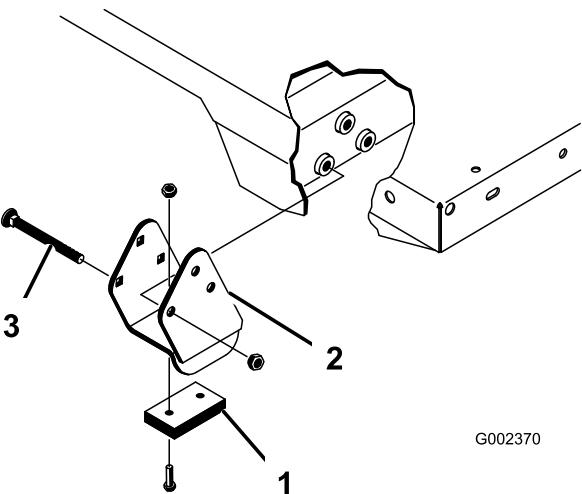

Bild 37
2. Setzen Sie die Pritsche vorsichtig auf den Fahrzeugrahmen. Richten Sie die hinteren Schwenkplattenlöcher der Pritsche mit den Löchern am hinteren Rahmenkanal aus und montieren Sie die zwei Lastösenbolzen und Klappstecker (Bild 37).
3. Befestigen Sie bei abgesenkter Pritsche jedes Ende der Zylinderstange mit einem Lastösenbolzen und einem Klappstecker an den entsprechenden Einschüben in den Befestigungsplatten der Pritsche. Setzen Sie den Lastösenbolzen von der Außenseite der Pritsche ein. Der Klappstecker sollte außen (Bild 37). Die hinteren Einschübe sind für die Montage der großen Pritsche und die vorderen Einschübe sind für die Montage der 2/3 Pritsche gedacht.